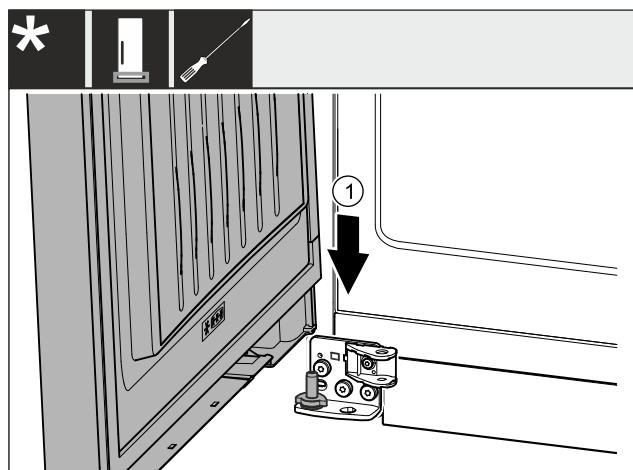

Fig. 30
- ▶ Inserire la porta dall'alto al perno di supporto inferiore. Fig. 30 (1)